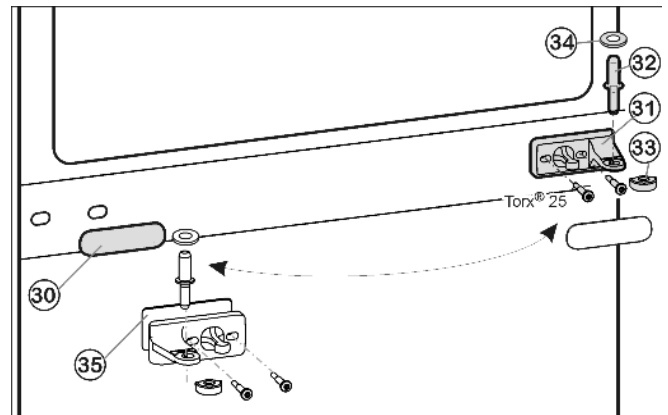
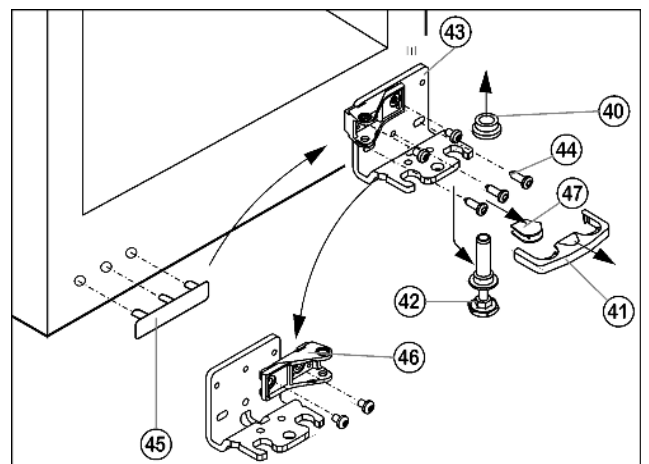

Fig. 11
Fig. 12
- ▶ Вытащите средний опорный палец Fig. 11 (32) с шайбой Fig. 11 (34) из опорного кронштейна и нижней дверцы.
- ▶ Пластмассовый колпачок Fig. 11 (33) снимите.
- ▶ Снимите средний опорный кронштейн Fig. 11 (31).
- ▶ Осторожно снимите накладку Fig. 11 (30).
- ▶ Прикрутите средний опорный кронштейн Fig. 11 (31) с поворотом на 180° на новую сторону шарнира (с моментом 4 Нм).
- ▶ Защелкните накладку Fig. 11 (30), повернув на 180°, на стороне, где теперь будет ручка.
- ▶ Предохранитель Fig. 12 (41) снимите движением вперед.
- ▶ Снимите крышку Fig. 12 (47).*
- ▶ Полностью вверните регулируемую опору Fig. 12 (42).
- ▶ Вытяните опорный палец Fig. 12 (42) вниз и вперед. При этом следите за гнездом шарнира Fig. 12 (40).
- ▶ Открутите опорный кронштейн Fig. 12 (43) (3 шт. Torx 25) Fig. 12 (44).
- ▶ Осторожно снимите и переставьте на противоположную сторону крышку со стороны ручки Fig. 12 (45).
- ▶ Снова прикрутите нижний опорный кронштейн Fig. 12 (43) на новой стороне шарнира (**с моментом 4 Нм**). При необходимости используйте аккумуляторный шурупверт.
- ▶ Открутите опорный кронштейн Fig. 12 (46) и снова прикрутите внутри с поворотом на 180°.
- ▶ Установите крышку Fig. 12 (47) на противоположной стороне.*
- ▶ Предохранитель (41) нужно зафиксировать сбоку на кронштейне, чтобы опорный палец и двери были защищены от выпадения.
- ▶ Снова защелкните предохранитель (41) на опорном кронштейне.
- ▶ Наденьте гнездо шарнира Fig. 12 (40).
- ▶ Установите дверцу сверху на нижний опорный палец Fig. 12 (42).
- ▶ Снова наденьте пластмассовый колпачок Fig. 11 (33) на средний опорный кронштейн Fig. 11 (31).
- ▶ Вставьте средний опорный палец Fig. 11 (32) на новой стороне шарнира через средний опорный кронштейн Fig. 11 (31) в нижнюю дверцу.
- ▶ Установите шайбу Fig. 11 (34) на средний опорный палец Fig. 11 (32).
- ▶ Установите верхнюю дверцу на средний опорный палец Fig. 11 (32).
- ▶ При необходимости выровняйте дверцы через два продольных паза в нижнем опорном кронштейне Fig. 12 (43) и среднем опорном кронштейне Fig. 11 (31) параллельно корпусу устройства. Для этого выкрутите средний винт на нижнем опорном кронштейне Fig. 12 (43).